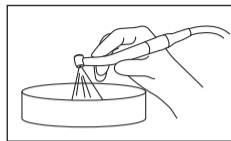

Fig. 10
- ④ Faites fonctionner la pièce à main du côté fauteuil pendant au moins 20 secondes afin de purger tout liquide présent dans la pièce à main (Fig. 10).